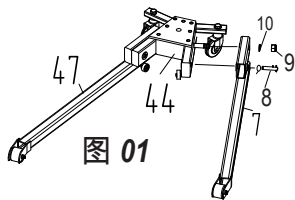

图 01
- 请参见图 01：插入固定销，将左腿 #7 固定到底座 #44 上。将垫圈 #10 和螺钉拧入螺母 #9。插入销 #8，经过 #7 和 #44。直到停止位置。旋转 180°并用 O 型销锁定。右腿 #47 使用相同方法。